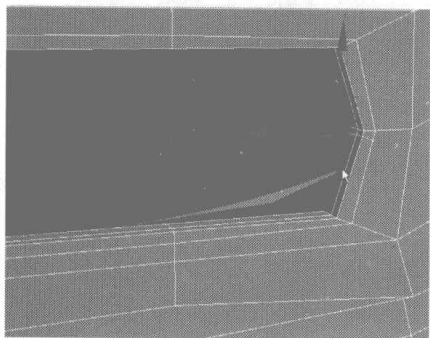
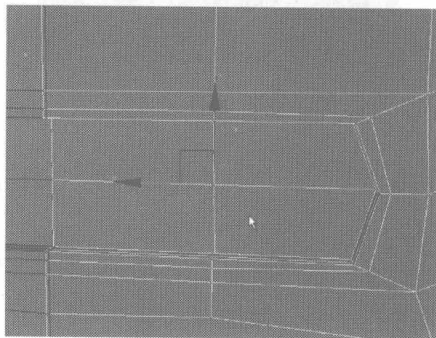

图 4.230
图 4.231
- 44** 选择如图 4.230 所示听筒处的边线，在按住 Shift 键的同时沿 X 向左拉伸，并用缩放工具将边线进行平行缩放，如图 4.231 所示。